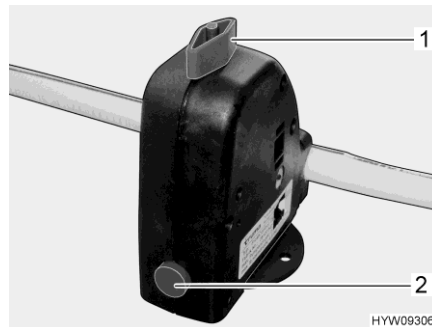

Fig. 112 Valve de sécurité et de vidange (chauffe-eau)
Le chauffe-eau est équipé d'une valve de sécurité et de vidange (Fig. 112). La valve de sécurité et de vidange empêche que l'eau ne gèle dans le chauffe-eau lorsque le chauffage n'est pas allumé en cas de gel.
- Fermer la valve de sécurité et de vidange. Tourner pour cela le bouton rotatif (Fig. 112,1) dans le sens transversal par rapport à la valve de sécurité et de vidange et enfoncer le bouton-poussoir (Fig. 112,2).
- Ouvrir la valve de sécurité et de vidange. Tourner le bouton rotatif (Fig. 112,1) dans le sens longitudinal par rapport à la valve de sécurité et de vidange. Le bouton-poussoir (Fig. 112,2) ressort. Le chauffe-eau est vidé à l'extérieur par le biais de la valve de sécurité et de vidange.